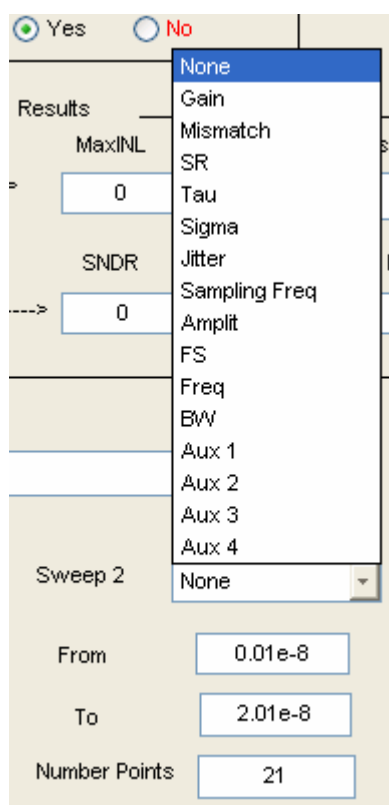

Fig. A1.20.: Opciones de Sweep 2
- **Sweep 2:** Menú desplegable que nos ofrece la posibilidad de realizar barridos dobles (en caso de elegir None se realizaría un barrido simple). Las opciones de Sweep 2 se muestran en la Fig. A1.20. (al arrancar el programa, aparece por defecto seleccionado None). Cabe destacar también que, según el barrido elegido, cambian automáticamente los parámetros del barrido a unos valores estándar para cada caso. La variable correspondiente será val2.